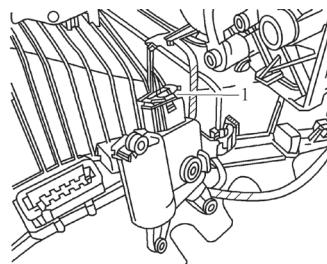

图 5-31 脱开插头
- 4) 如图 5-31 所示，从新鲜空气 / 循环空气速滞压力翻板伺服电动机 V425 上脱开插头 1。注意，不允许改变速滞压力翻板的位置。